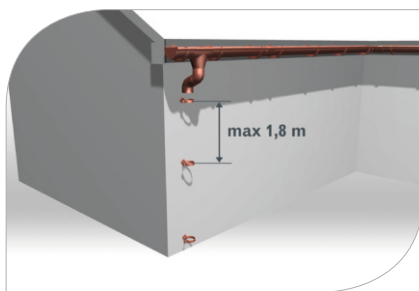

рис. 20
- 5.1 Закрепите дюбеля в фасаде, используя длину, приспособленную к толщине теплоизоляции здания. На дюбеля **вкрутите хомуты, сохраняя между ними расстояние максимум 1,8 м** (рис. 20)